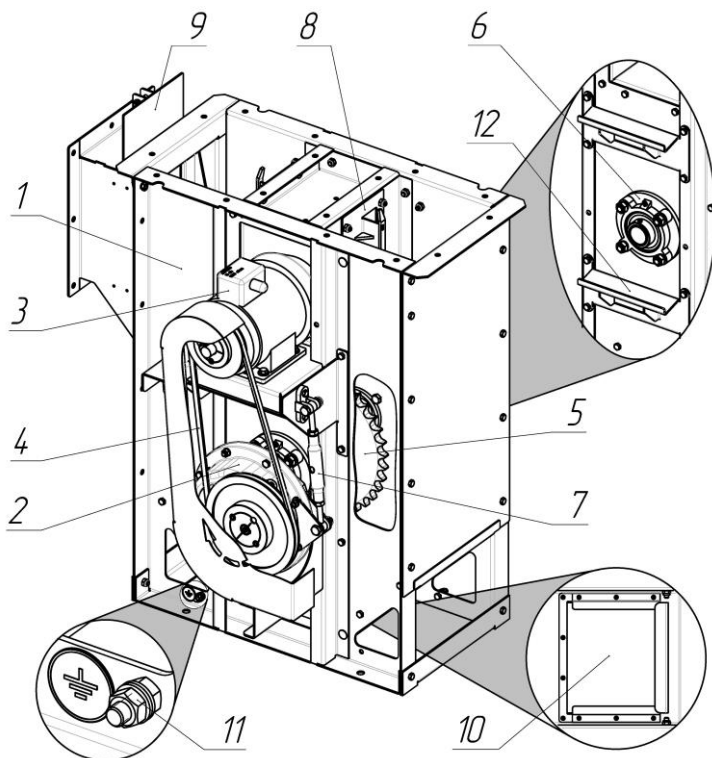

Рис.5 Станция приводная
Станция приводная (рис.5) состоит из корпуса 1, приводной звёздочки 5 и подшипниковых опор 6 и привода. Электродвигатель 3 крепится болтами к площадке корпуса станции. На вал приводной звёздочки смонтирован редуктор 2, который связан с площадкой моментным рычагом 7. От электродвигателя вращение с помощью клиноременной передачи 4 передается на
Внизу корпуса предусмотрен шибер 10 для очистки станции. Место крепления шины заземления 11 указано на рис.5.
- 4) убедиться в наличии заземления. Крепление шины заземления см. на рис.5;